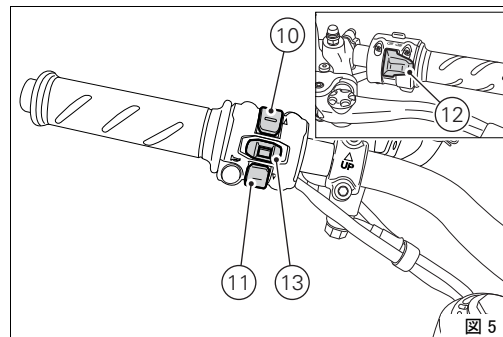

図 5
10) コントロールボタン (図 5)
11) コントロールボタン (図 5)
12) フラッシャーランプボタン (図 5)
13) ターンインジケータ解除ボタン (図 5)